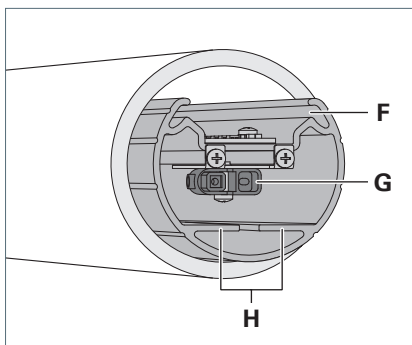

Fig. 5: Lamiera di supporto e presa.
- Estrarre leggermente la lamiera di supporto **F** al di fuori dell'apparecchio, vedi Fig. 5.